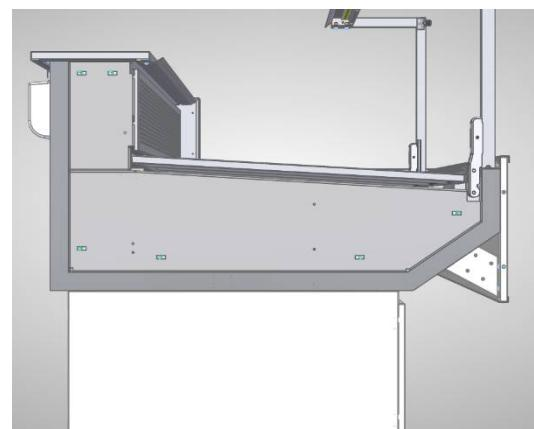

Рис.2
- Между собой витрины стягиваются через отверстия в боковых проставках с помощью болтов M6x35 (6 шт.), шайб увеличенных 6 (12 шт.) и гаек M6 (6 шт.) (рис.2).